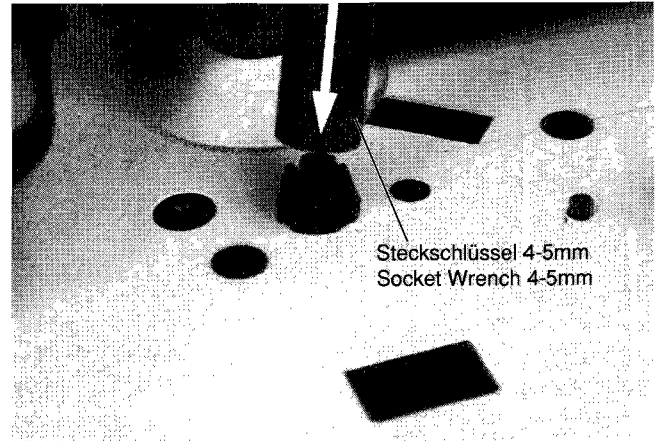

Fig. 8
- Fuß unter dem Netztrafo ausbauen (Fig. 8).
- Remove the foot under the mains transformer (Fig. 8).